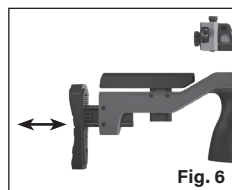

Fig. 6
- Afloje los dos tornillos de ajuste con una llave Allen de 3/32 (Fig. 6).